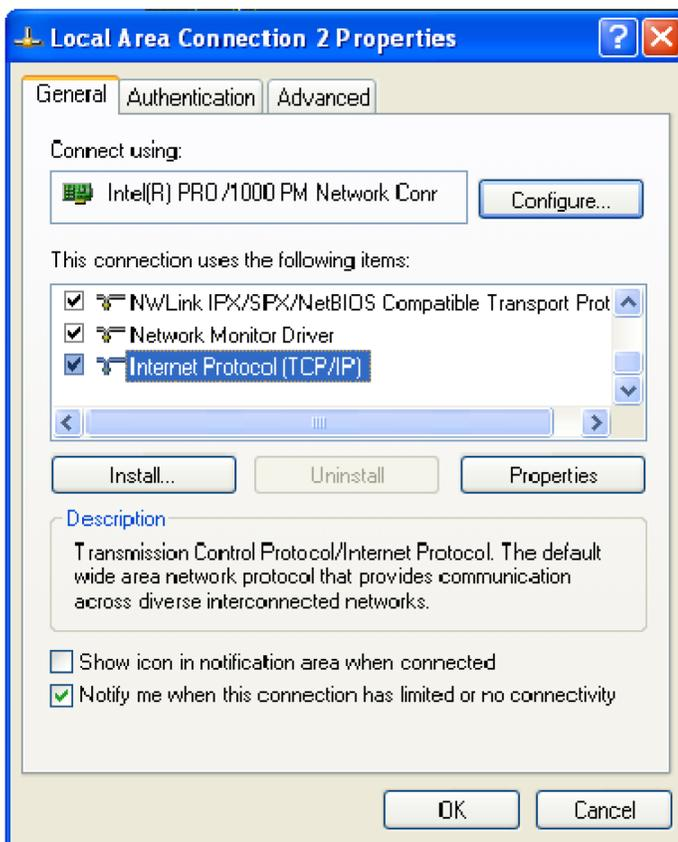

図 13: LAN Connection ダイアログ・ボックス
6. お使いのローカル LAN カードに対応するローカル・エリア接続のアイコンを右クリックし、メニューから **Properties** を選択します。Properties ダイアログ・ボックスが表示されます。(図 13 参照)。